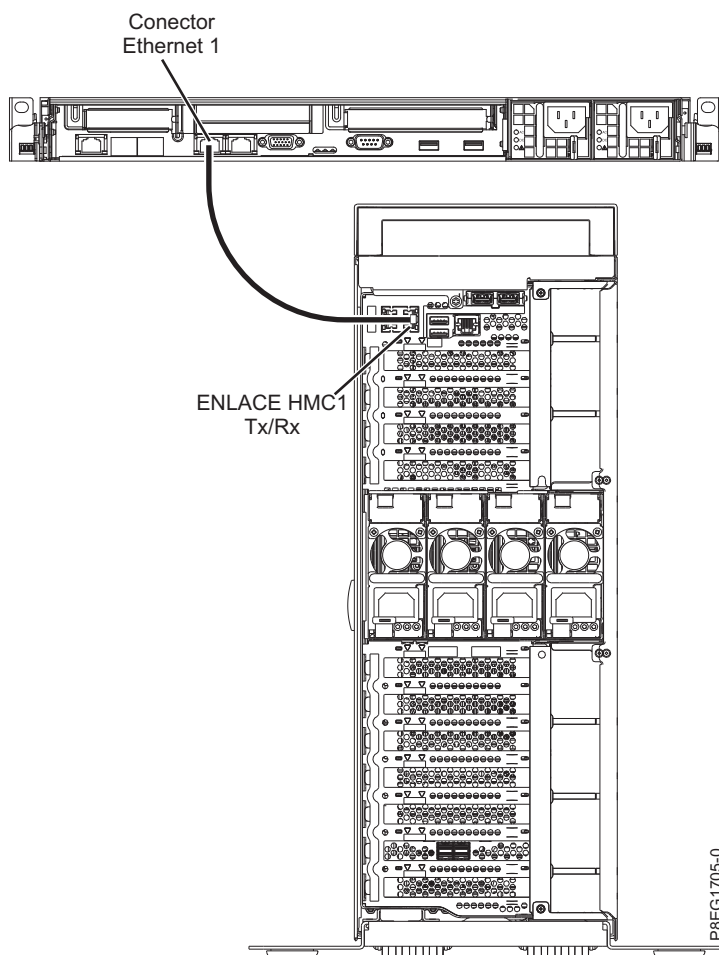

Figura 21. Conexión de la HMC al sistema gestionado
1. Si desea conectar directamente la HMC al sistema gestionado, conecte el **Conector Ethernet 1** de la HMC al puerto **HMC1** del sistema gestionado. Consulte Figura 21.